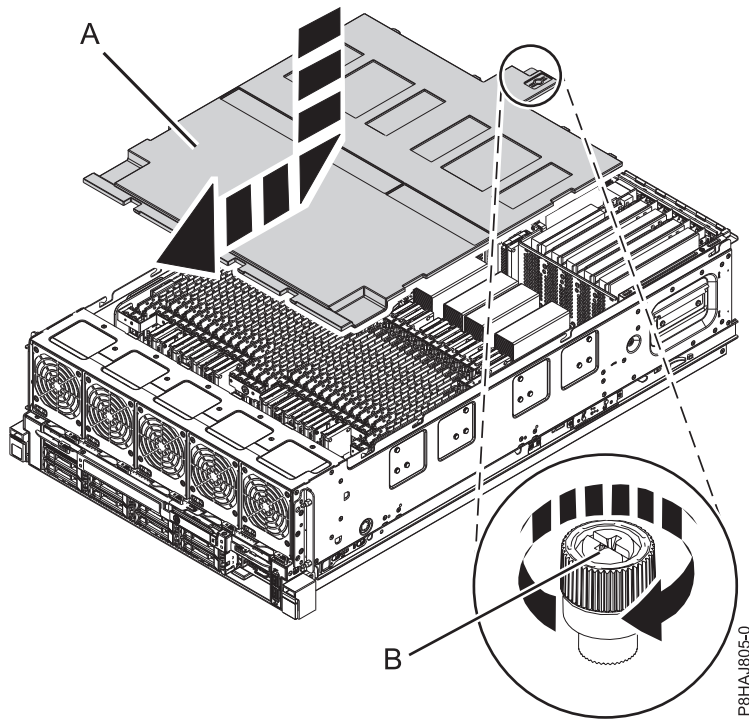

Figura 34. Substituir a tampa de segurança
2. Faça deslizar a tampa de segurança (A) em direcção ao chassis.
3. Aperte o parafuso de aperto manual (B) ao rodá-lo na direcção apresentada na Figura 34 na página 50 para fixar a tampa de segurança ao chassis.